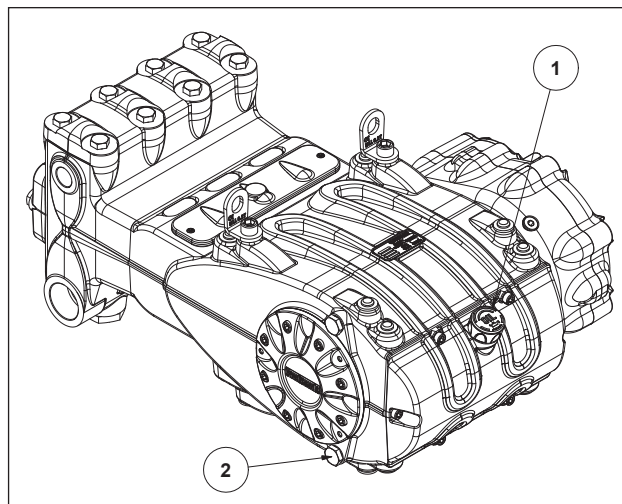

Fig. 3
Contrôler le niveau d'huile à travers le bouchon et la jauge présentant des repères de niveau minimum et maximum ①, Fig. 3. Si nécessaire, faire l'appoint pour rétablir le bon niveau. Pour procéder correctement au contrôle du niveau de l'huile, la pompe doit être à la température ambiante. Procéder à la vidange de l'huile lorsque la pompe est à la température de service ; enlever le bouchon rep. ②, Fig. 3. Procéder au contrôle de l'huile et à la vidange comme indiqué au chapitre 11.